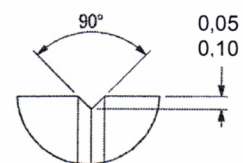

Fig. 1
- (1) Markierung des Abstandes L1 auf dem Rohr (siehe Tabelle unten).
- (2) Den Rohrschneider an der Markierung ansetzen und durch eine 1/4 Umdrehung am Handrad anziehen.
- (3) Den Rohrschneider 360° um das Rohr drehen bis eine sichtbare Nut entsteht.
- (4) Entfernen des Rohrschneiders vom Rohr.
- (5) Sollte die Nut maschinell hergestellt werden, bitte Detail beachten (siehe Fig.1).